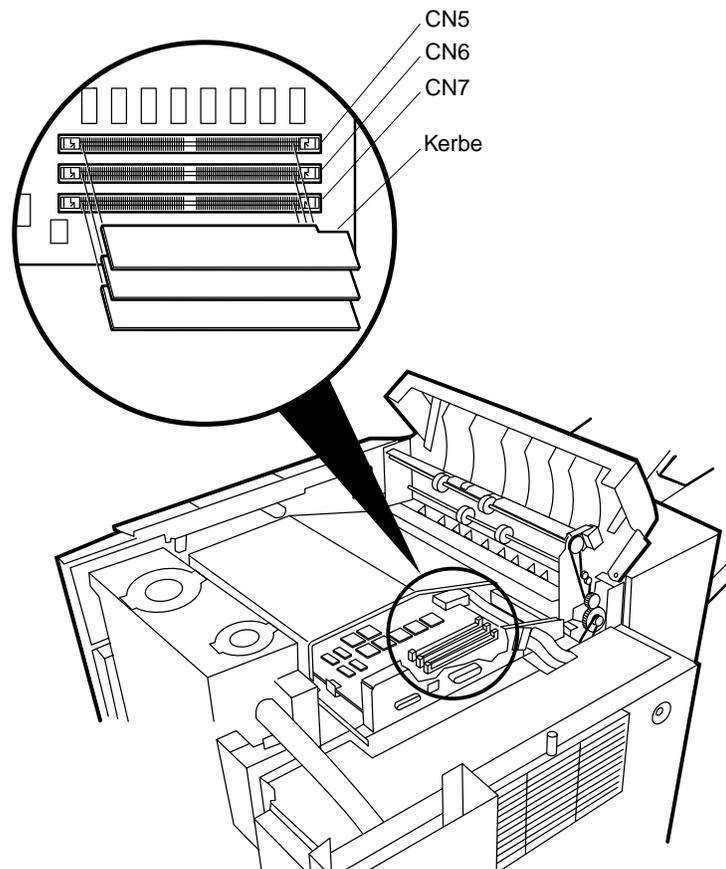

Abbildung 4-39 Steckplätze der Speichermodule
6. Auf der Hauptsteuereinheit sehen Sie die Steckplätze der Speichermodule mit den Bezeichnungen CN5, CN6 und CN7 (siehe Abbildung 4-39).